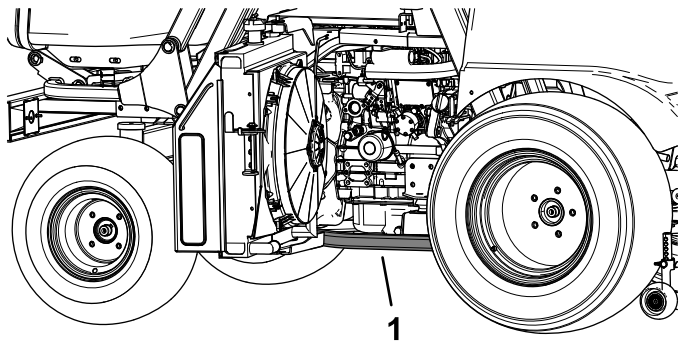
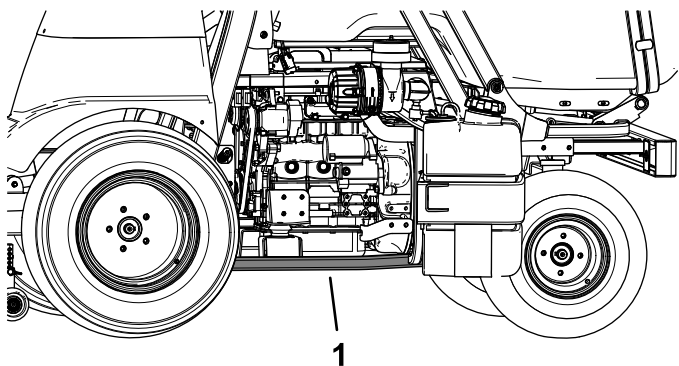

図 38
図 39
2. フレームチューブの下図 38 と図 39 の ROPS の真下位置またはできるだけ近い位置にジャッキをセットする。